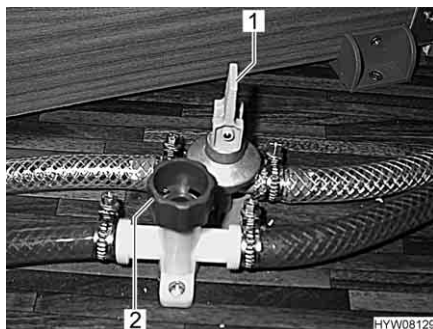

Fig. 85 Rubinetti di scarico
- Chiudere tutti i rubinetti di scarico per il boiler. Posizionare la leva a bilanciere (Fig. 85,1) orizzontalmente o ruotare il tappo (Fig. 85,2) in senso orario.
- Aprire tutti i rubinetti di scarico per il boiler. Posizionare la leva a bilanciere (Fig. 85,1) verticalmente o ruotare il tappo (Fig. 85,2) in senso antiorario.